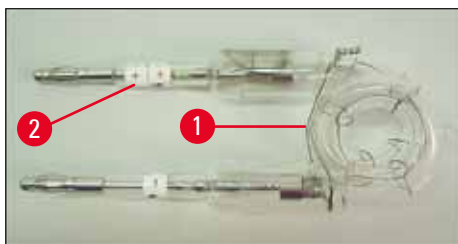
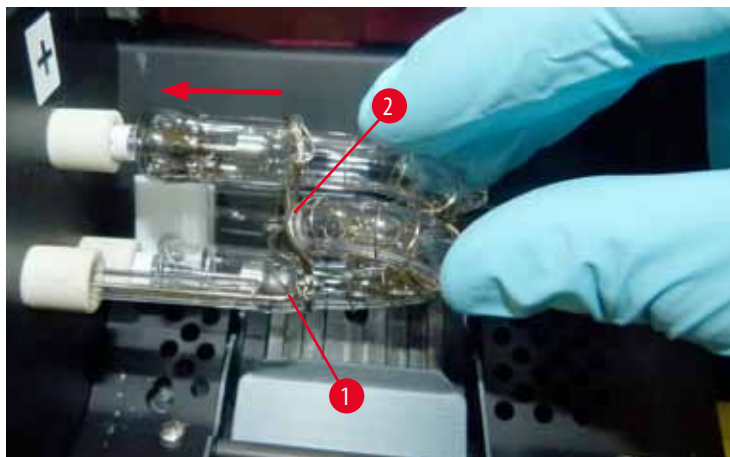

Рис. 21
Рис. 23
2. Вставьте новую лампу-вспышку (→ "Рис. 21") в патрон (→ "Рис. 20-3"), а затем осторожно вдавите ее внутрь до упора (→ "Рис. 23") (отметка полярности (+) больше не должна быть видна). При необходимости осторожно подвигайте лампу-вспышку вверх и вниз.